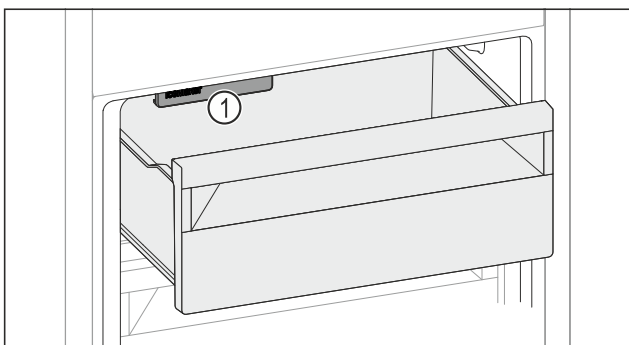

Fig. 65
- ▶ Внимавайте за IceMaker Fig. 65 (1).